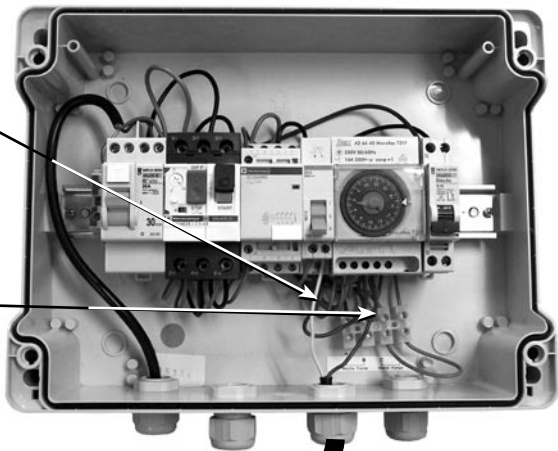

FIG. 3
Die drei Schrauben (11) die das Modul auf dem Ventil befestigen, entfernen. (Anhang 2-Abb. 3)
1. Einbau der Einheit in das Ventil. Dazu wird das Modul so positioniert, dass die Markierung (2) (Anhang 2 - Abb. 3) mit der Markierung auf der Ventilkappe übereinstimmt. Das Modul mit äußerster Vorsicht nach unten schieben, bis es auf der Schraube einrastet (3) (Anhang 2 - Abb. 4). Sollte es nicht einrasten, kann die Schraube bis zur Kopplung mit dem Motorstift (4) (Anhang 2 - Abb. 4) gedreht werden. Das Herunterschieben darf nicht brüsk erfolgen, da die Mikroschalter des Moduls beschädigt werden könnten.
2. Montage der drei Schrauben (11) (Anhang 2 - Abb. 3).